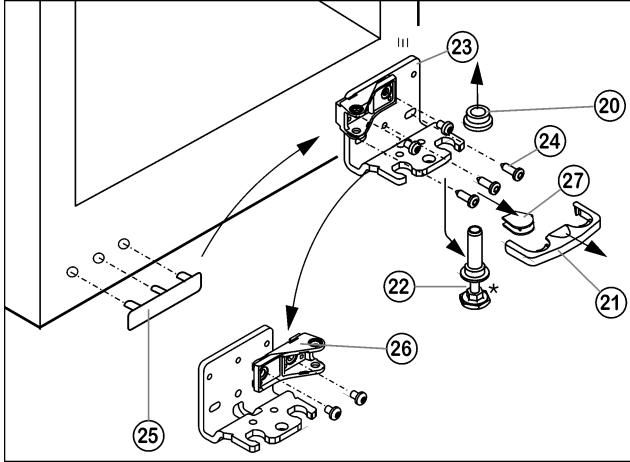

Fig. 7
- Vedä varmistin Fig. 7 (21) eteenpäin.
- Poista kansi Fig. 7 (27).\*
- Kierrä säädettävä tukijalka Fig. 7 (22) aivan sisään.
- Irrota laakeritappi Fig. 7 (22) vetämällä sitä alas ja eteenpäin. Varo tällöin laakeriholkkia Fig. 7 (20).
- Ruuvaa laakerinkannatin Fig. 7 (23) irti (3 x Torx 25) Fig. 7 (24).
- Kahvanpuoleinen kansi Fig. 7 (25) nostetaan irti ja vaihdetaan toiselle puolelle.
- Laakerinkannatin Fig. 7 (23) ruuvataan akkuruuvinvääntimen avulla kiinni uudelle saranapuolelle.
- Laakeriosa Fig. 7 (26) ruuvataan irti, käännetään toisinpäin 180° ja ruuvataan taas kiinni.
- Kansi Fig. 7 (27) asetetaan vastakkaiselle puolelle.\*
- Varmistuksen (21) tulee sivusuunnassa lukittua laakerinkannattimeen, jotta laakeritappi ja siten ovi tulee varmistettua.
- Varmistus (21) asetetaan jälleen laakerinkannattimeen.
- Aseta sarananholkki Fig. 7 (20) päälle.